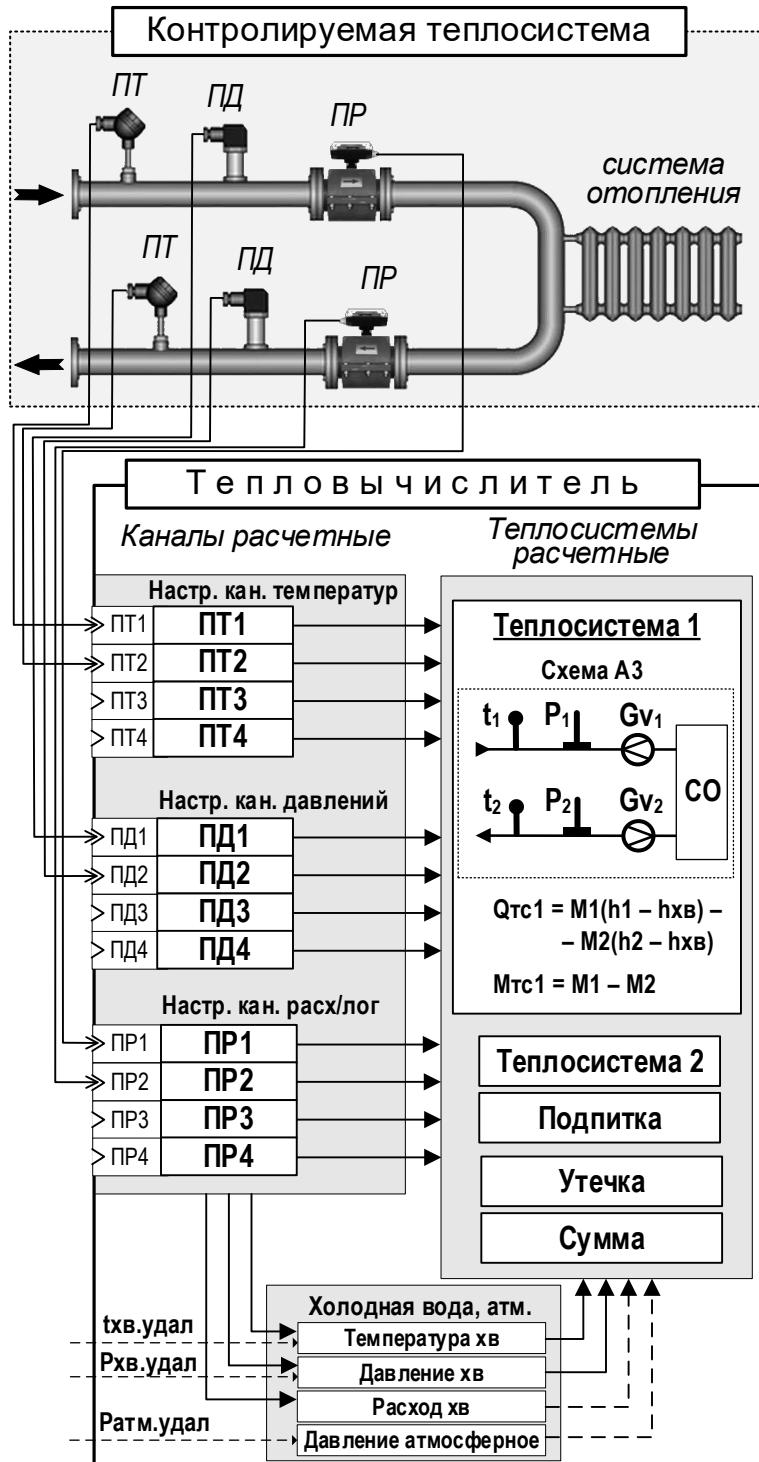

Рис.6. Схема построения системы учета тепла на базе ТВ.
1.7.1.1. Система измерений и расчетов ТВ (рис.6), настраивается в соответствии с общей схемой контролируемой теплосистемы (СО, ГВС, ХВС), т.е. в соответствии с распределением по ее трубопроводам преобразователей температуры (ПТ), давления (ПД) и расхода (ПР).